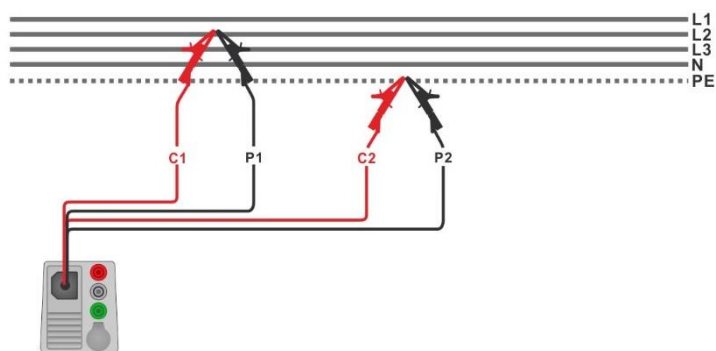

Figura 7.42: Conexión de una punta de prueba de 4 hilos
- ▶ Conecte las puntas de prueba de 4 hilos al objeto a prueba los bornes C1, P1 a fase y bornes C2, P2 a PE (vea la **Figura 7.42**).